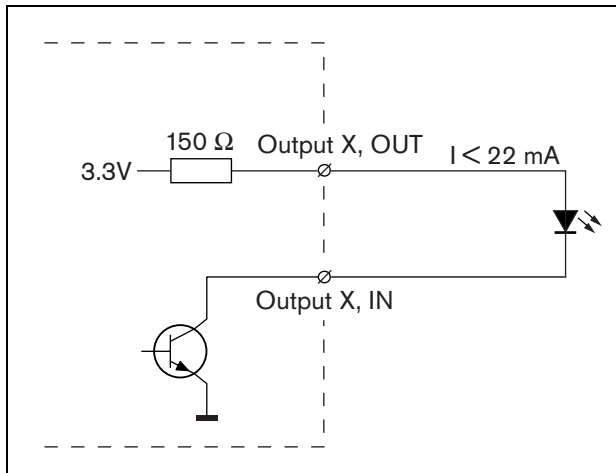

Abbildung 19.4: Intern versorgte LED
- Intern mit Strom versorgte Lampe oder LED. Siehe Abbildung 19.4 für ein Anschlussschaltbild.